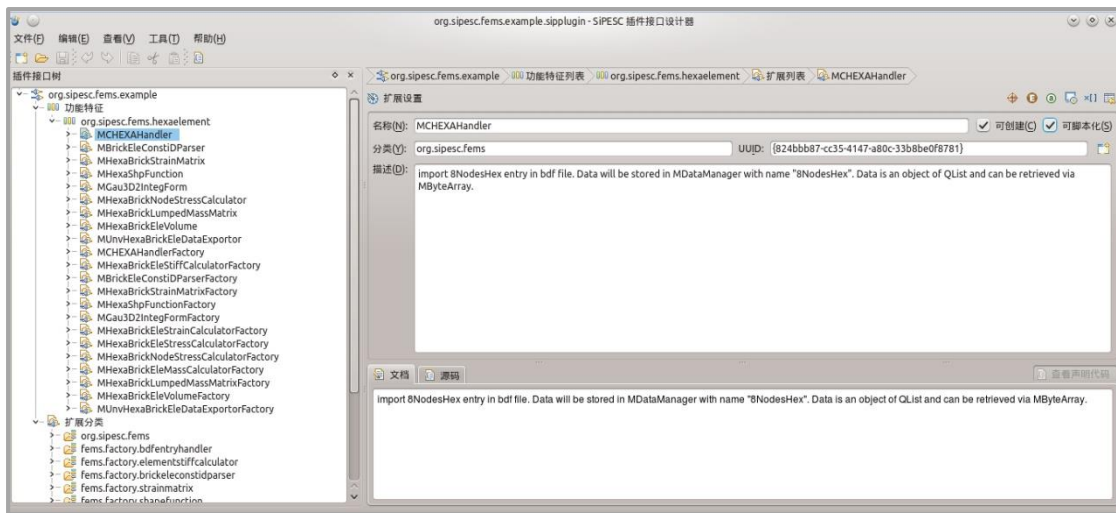

图 3-3
3. 添加每一个所需扩展，并一一对基类，返回值，方法，属性等进行设置。如图 3-3 中的内容。